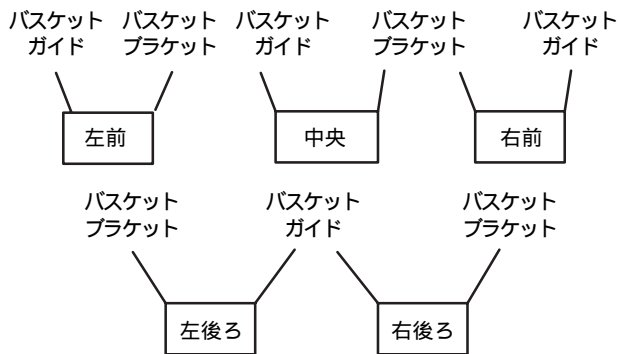
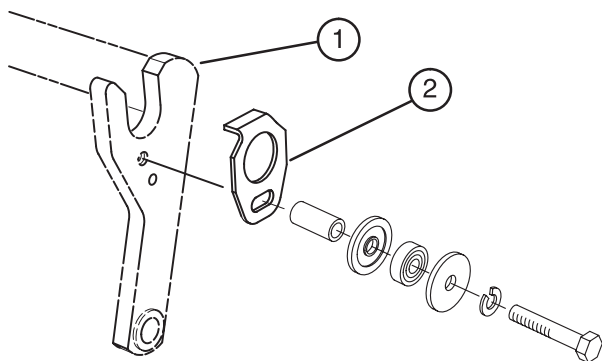
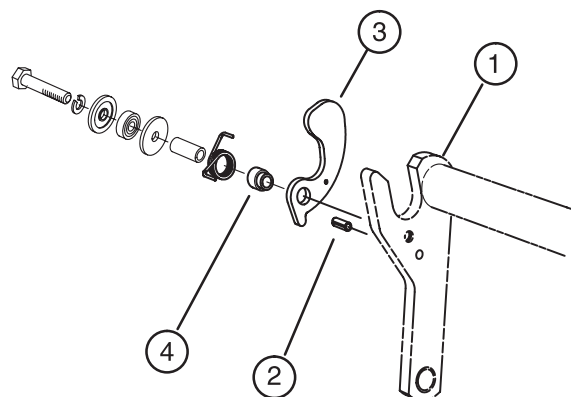
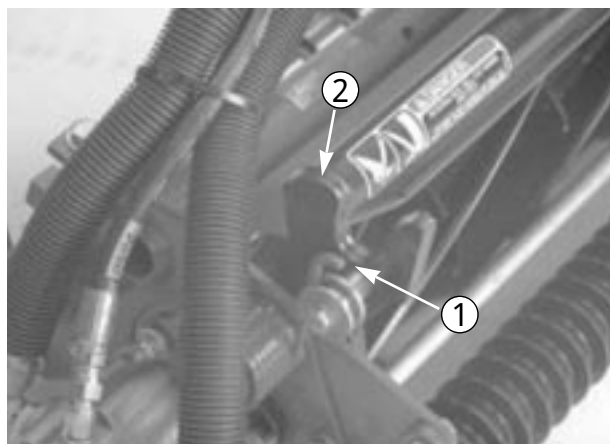

図 5
図 6
図 7
図 8
2. 図 5 を参考に集草箱用のガイドとブラケットの取り付け場所を確認する。集草箱を使用しない場合は、手順 7 へ進む。
3. 以下の工程では、ターフ補正キットをキャリアフレームの両端に固定している金具類を一旦外し、バスケット・ガイド（又はバスケット・ブラケット）を共締めする（図 6 & 7：カッティングユニット 03506 または 03509 を使用している場合）。
4. バスケット・ガイド（図 6）をキャリアフレームに取り付ける（図 7）。取り付ける側を間違えないように注意する。手順 3 で取り外した 5/16 × 1-3/4 キャップスクリューとロックワッシャ又は平ワッシャを使用する（図 6 参照）。
5. 各カッティングユニットのキャリアフレーム（図 5）片側にロールピン（図 7）を取り付ける。
6. ロールピンを取り付けた側に、バスケット・ブラケットを取り付ける。手順 3 で取り外した 5/16 × 1-3/4 キャップスクリュー、ロックワッシャ、平ワッシャ、スプリング、カラーの取り付け順序は、図 7 を参考にする。スプリングは左右で形状が異なるので注意する。左用を 2 個、右用を 3 個使用している。図 8 のように、長い方の足が前を向くのが正しい取り付け方である。